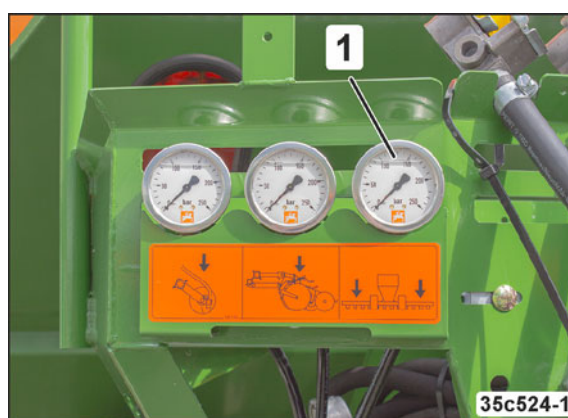

Fig. 86
- sur le manomètre depuis le siège du tracteur (Fig. 86/1).